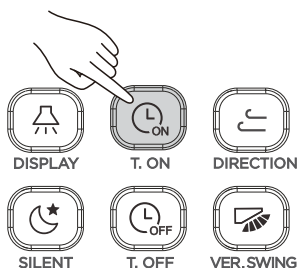

Abbildung 3.17
- ① Drücken Sie  (siehe Abbildung 3.17), die Fernbedienung zeigt "Timer On" (Timer Ein) an und im Timer-Bereich erscheint "0.0h Later On" (0.0h Später Ein). Regeln Sie jetzt die Einstellungen Timer Ein